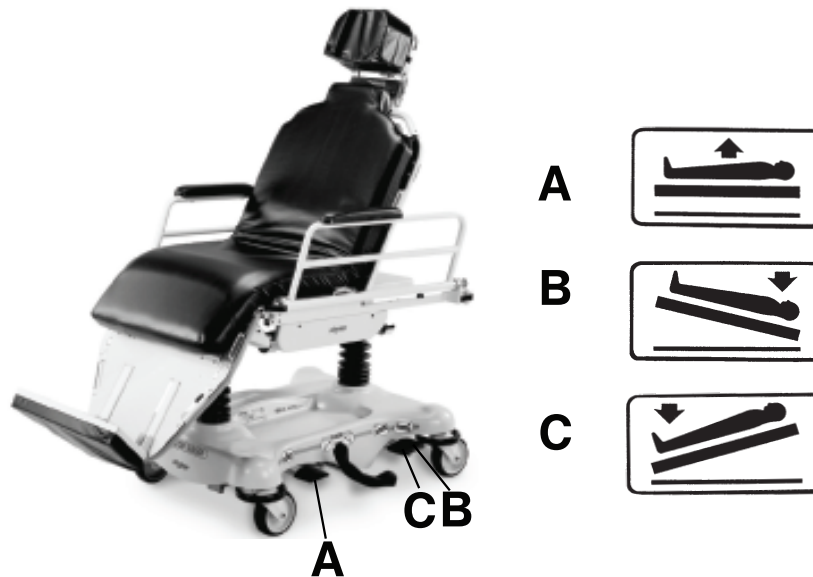

Abbildung 3 – Anheben und Absenken der Liegefläche
Zum Anheben der Liegefläche das Pumpedal (A) wiederholt pumpen, bis die gewünschte Höhe erreicht ist (Abbildung 3).
2. Das Pedal (B) (Abbildung 3) herunterdrücken, bis die gewünschte Position erreicht ist.
2. Das Pedal (C) (Abbildung 3) herunterdrücken, bis die gewünschte Position erreicht ist.